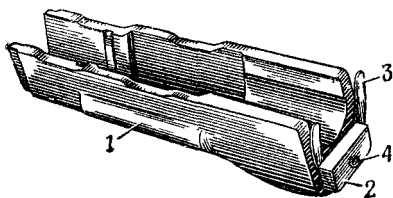

Рис. 42. Цевье (деревянное):
22. Цевье (рис. 42) служит для удобства действия и для предохранения рук автоматчика (пулеметчика) от ожогов. Оно у автомата может быть деревянное или пластмассовое (у пулемета — деревянное). Цевье прикрепляется к стволу снизу с помощью соединительной муфты и к ствольной коробке посредством выступа, входящего в гнездо ствольной коробки. В теле цевья имеется сквозное отверстие для шомпола. В задней части цевья имеются вырезы и выем, в который помещается пластинчатая пружина. Пружина служит для исключения про-